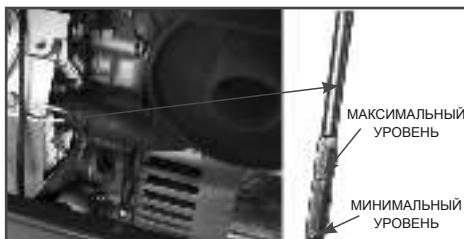

Рис. 7 Проверка уровня масла в картере
Для заправки моторного масла необходимо проверить уровень масла в картере (Рис.7).
- Снимите пробку маслоналивного отверстия в крышке клапанов (Рис.8). Извлеките и протрите щуп уровня масла (Рис.7) чистой тряпкой.